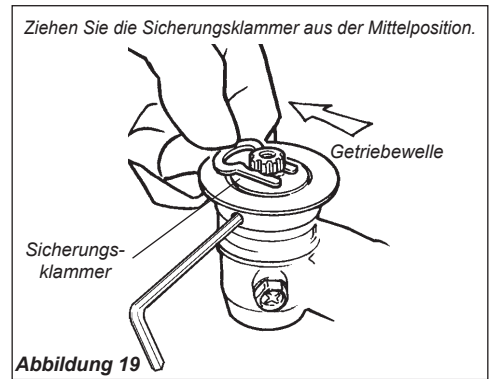

Abbildung 19
2. Ziehen Sie die Sicherungsklammer aus der Mittelposition. Siehe Abbildung 19.